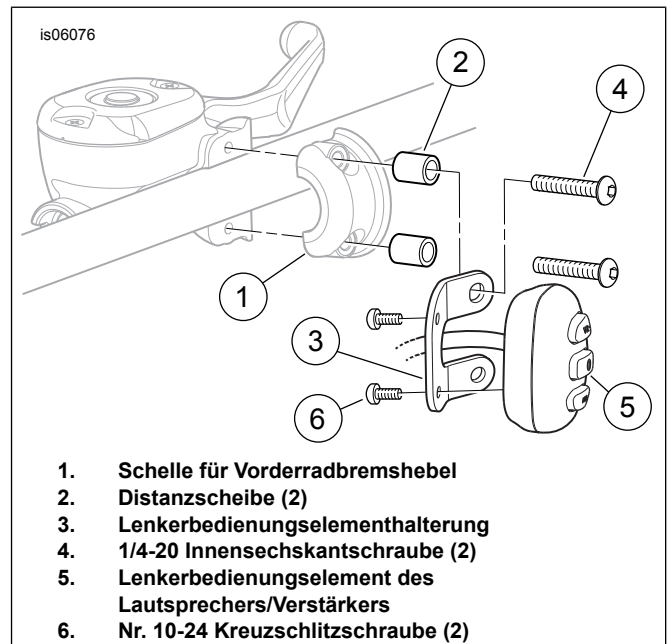

Abbildung 2. Einbau des Lenkerbedienungselements und der Halterung
1. Siehe Abbildung 2. Die Vorderradbremshel-Schellenschrauben vom Fahrzeug entfernen. Die Schelle (1) ausbauen und aufbewahren. Die Schrauben können entsorgt werden.
2. Die Lenkerbedienungselementhalterung (3), zwei Distanzstücke (2), zwei Nr. 10-24 Kreuzschlitzschrauben (6) und zwei 1/4-20 x 44,4 mm (1.75 in) lange Innensechskantschrauben (4) aus dem Satz bereitlegen.
3. Den Lenkerbedienungselement-Kabelbaum (5) wie dargestellt durch die Mitte der Lenkerbedienungselementhalterung (3) verlegen.
5. Das Lenkerbedienungselement (5, Teil der Kabelbaumgruppe) mit den Nr. 10-24 Schrauben (6) an der Halterung befestigen und sicher anziehen.